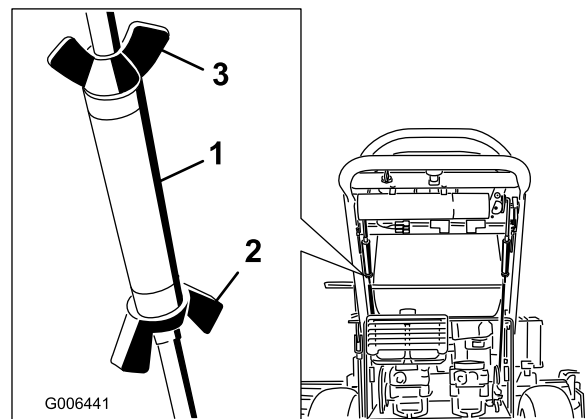

Figura 46
- Afloje las tuercas de mariposa de la varilla de control derecha, y gire el tensor en un sentido u otro para centrar la palanca de control derecha en la posición de bloqueo/punto muerto. Bloquee el tensor apretando las tuercas de mariposa (Figura 46).
- Afloje las tuercas de mariposa de la varilla de control izquierda y gire el tensor en un sentido u otro para modificar el avance de la máquina. Bloquee el tensor apretando las tuercas de mariposa (Figura 46).